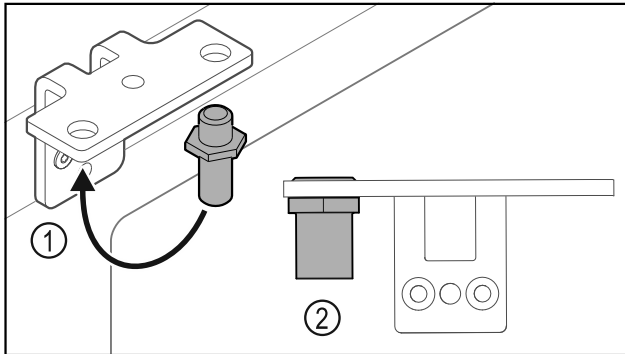

Fig. 33
- ▶ 调换合页角铁中的螺栓 Fig. 33 (1)。
- ▶ 用 12 Nm 的扭矩拧紧螺栓 Fig. 33 (2)。